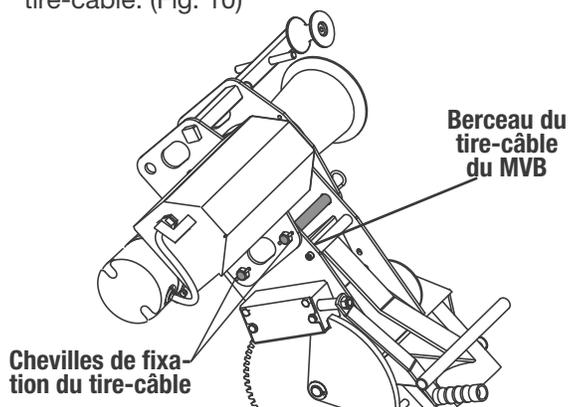

Figure 10 : Fixation du tire-câble sur le système MVB
6. Aligner les trous de la plaque de fixation et insérer les chevilles de fixation du tire-câble. Fixer les deux chevilles avec des goupilles d'attelage du support de tire-câble. (Fig. 10)